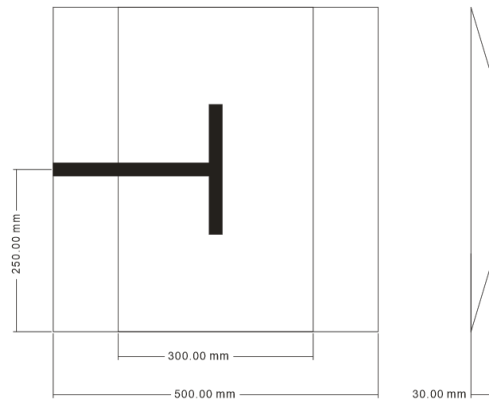

图 2 待命区尺寸 (mm)
3.1.3 场地上有一块长 500mm、宽 500mm 的待命区，具体尺寸参数参照图 2 所示。该区域为机器人的唯一启动点与任务结束回归点。机器人要从待命区启动：机器人需完全置于待命区内(任何部分及地面投影不得超出待命区边界)，按规则 6.3.3 的启动流程触发运行；完成任务后还要回到待命区：所有任务完成后，机器人必须返回待命区，且需满足 4.8.2 “回味无穷”任务的合规标准。